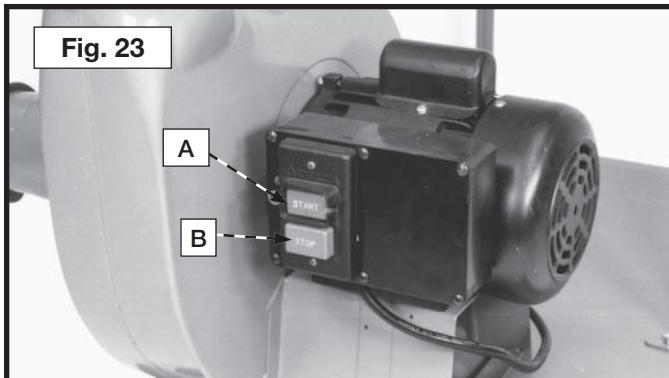

Fig. 23
EL INTERRUPTOR DE ENCENDIDO/APAGADO (ON/OFF) está en el lateral del motor. Para ENCENDER la máquina, oprima el botón de arranque (A), Fig. 23. Para APAGAR la máquina, oprima el botón de parada (B).
El motor de su recolector de polvo viene con un interruptor automático reinicioable. Si el motor se apaga o no arranca debido a una sobrecarga, coloque el interruptor del recolector de polvo en la posición de APAGADO (OFF), deje que el motor se enfrie durante tres a cinco minutos y oprima el botón de reinicio (D), Fig. 23, del interruptor automático para reiniciarlo. Luego, el motor puede volver a encenderse normalmente. Si la sobrecarga continúa, lleve el recolector de polvo a un Centro de mantenimiento autorizado Delta para su reparación.